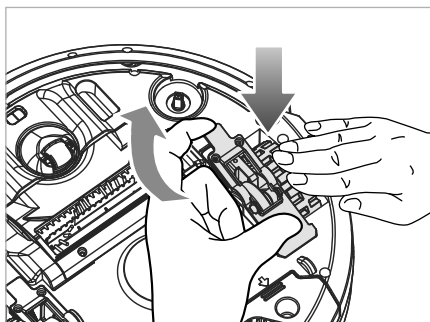

Fig. 20
- 2) Poussez la roue 20/34 vers le bas et détachez le ressort du recouvrement de roue 19/35 et du support de roue. Retirez le recouvrement de roue 19/35 de l'appareil (voir fig. 20).